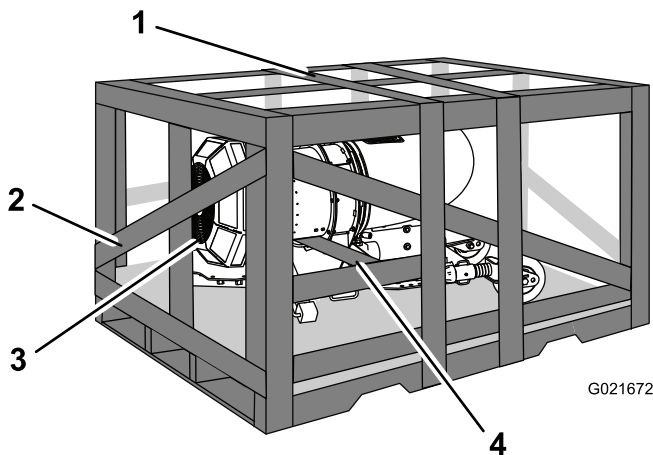

Figura 3
1. Remova a parte superior da grade (Figura 3).
2. Remova a extremidade da grade que está virada para a parte superior da máquina (Figura 3).
3. Remova a placa que se encontra sob a estrutura do soprador (Figura 3).